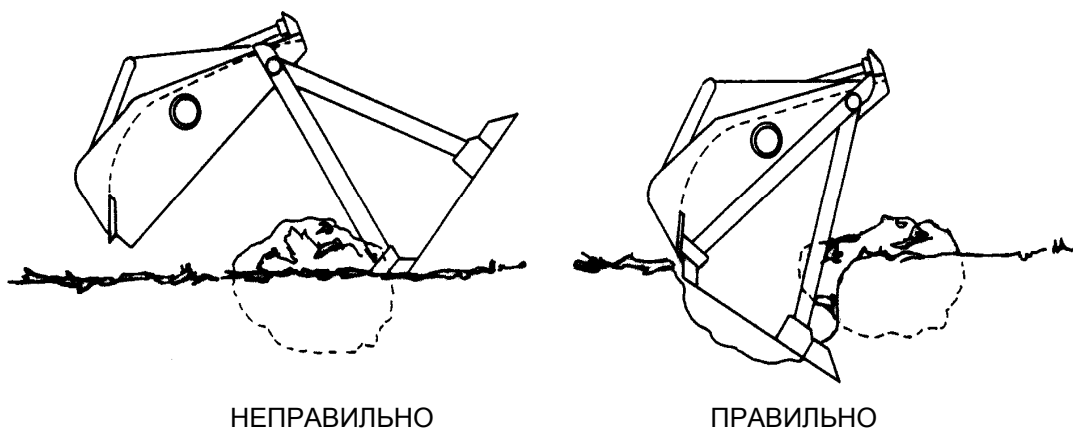

Рис. 4.45. Удаление больших камней
4. При очистке каменистой территории в первую очередь следует убрать мелкие и отдельно лежащие камни. Затем легче будет убирать крупные камни (глыбы). При выемке больших камней, заглубленных в грунт, необходимо предварительно подкопать камень ковшем. Это способствует лучшему заглублению ковша под камень и увеличивает вырывное усилие (Рис. 4.45) Для увеличения вырывного усилия и уменьшения буксования колес необходимо вырывать глыбу и одновременно толкать ее ковшем. Нельзя использовать скобу многооперационного ковша для вырыва предметов, заглубленных в грунт.